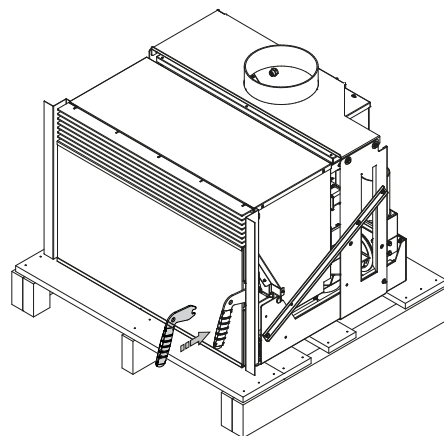

Fig. 6.1.0
2. Introducir la manija fría en dotación en la palanca de cierre puerta Fig. 6.1.0. en la máquina recibida, aún fijada en la estructura.